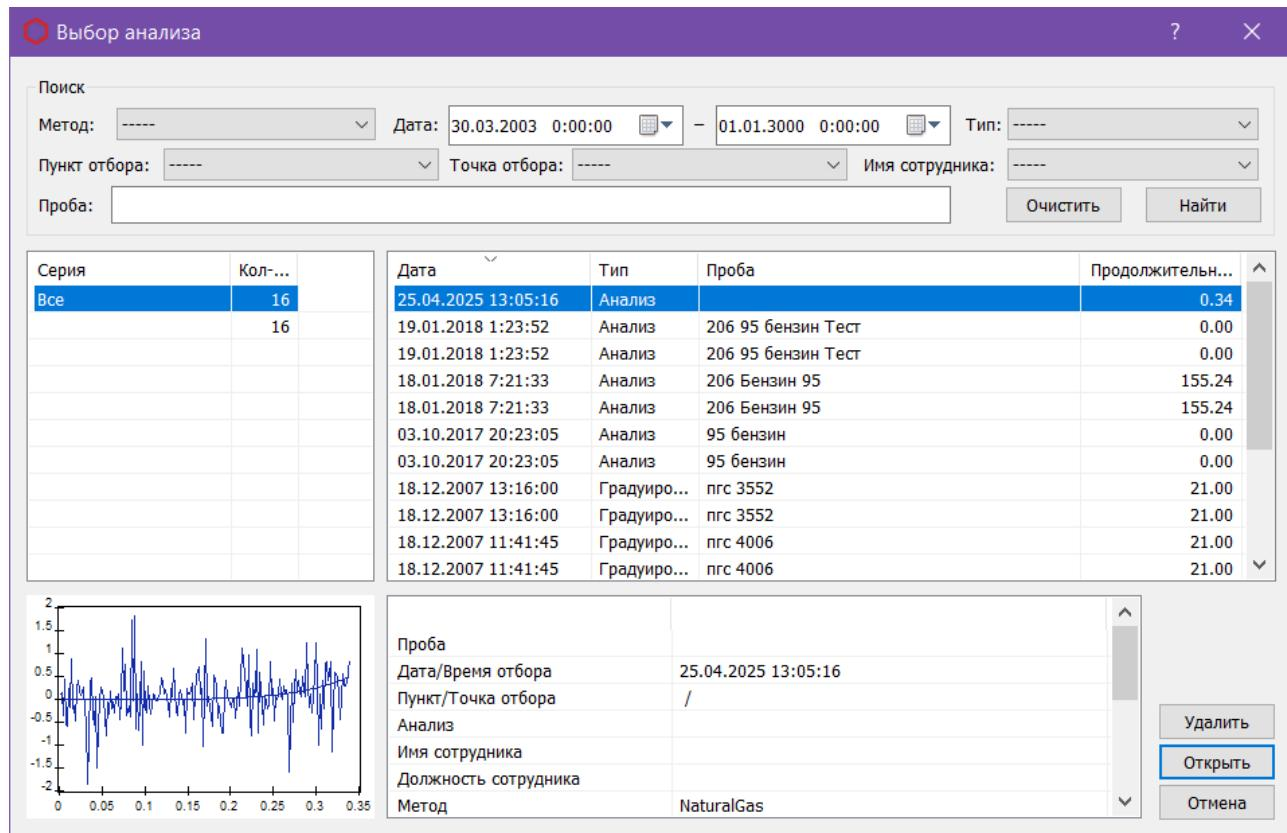

Рис. 40: Окно «Выбор анализа»
- На панели управления нажмите Открыть. Эта функция также доступна в меню *Хроматограмма*. Откроется окно *Выбор анализа* (Рис. 40).
1. На панели управления нажмите Открыть. Эта функция также доступна в меню Хроматограмма. Откроется окно Выбор анализа (Рис. 40).